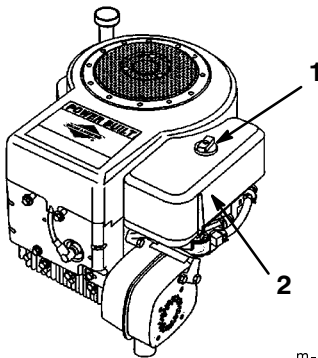

Figure 20
3. Nettoyez la surface autour du filtre à air pour éviter que des impuretés s'introduisent dans le moteur et l'endommagent. Dévissez le bouton et déposez le couvercle du filtre à air (Fig. 20).
2. Reposez le couvercle du filtre à air et le bouton (Fig. 20). Serrez solidement le bouton.